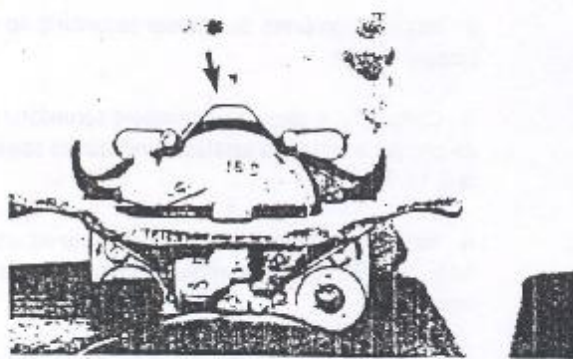

Figura 6.11.3 - Presilha dos pinos das pastilhas
2. Remover a presilha dos pinos das pastilhas (Figura 6.11.3).
7. Instalar a presilha dos pinos de retenção das pastilhas (Figura 6.11.3).